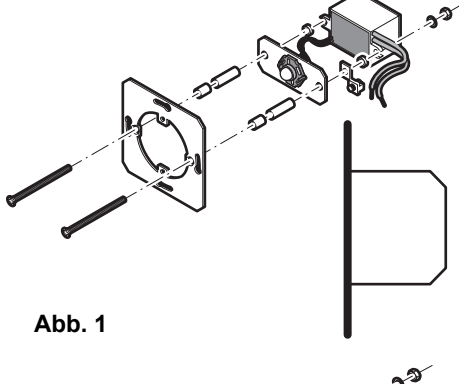

Abb. 1
- Bei tiefer Hohlwand-Dose alle vier Abstandshülsen montieren (Abb. 1).